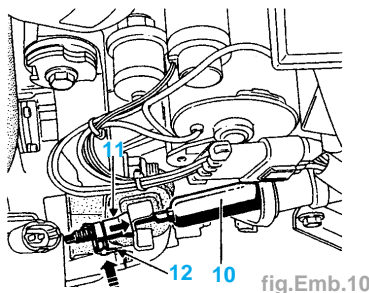

fig.Emb.10
- Positionner le câble et la rotule (11) sur la fourchette (fig.Emb.10).
- Faire glisser la rotule (11) jusqu'à ce qu'elle soit en appui sur la fourchette (en poussant très légèrement la fourchette pour éliminer tous les jeux).
- Enfoncer le clip de retenue (12) dans la dent de réglage visible la plus proche de la rotule (11).
- Retirer la cale de réglage en plastique (10) puis la conserver comme outillage spécialisé.